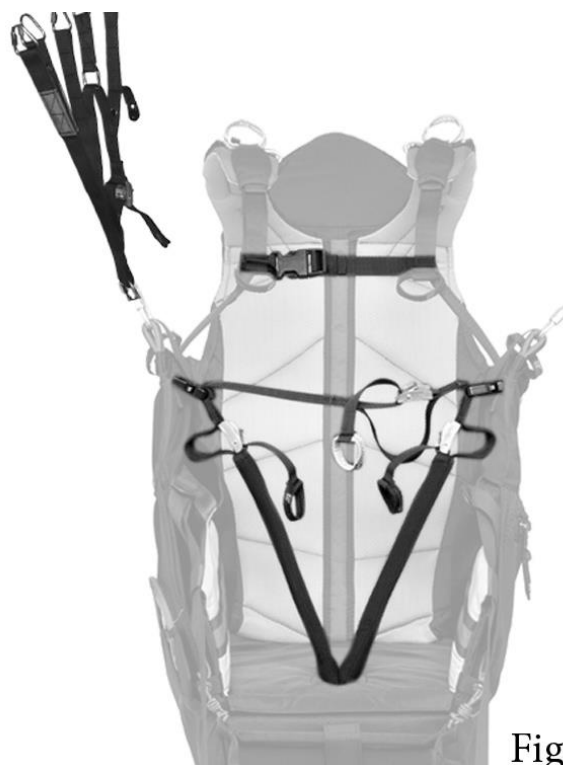

Fig 9
e) Sangle de poitrine (E) : (fig. 9)